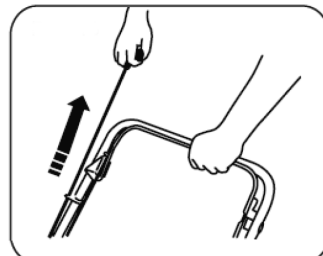

Рис. 16
4. Правой рукой потяните за ручку стартера до ощутимого сопротивления, затем верните ее назад на вытянутую руку и резко дерните за ручку стартера (Рис. 16). Двигатель запустится. Нож начнет вращаться одновременно с запуском двигателя. Если двигатель не запустился с первого раза, продолжайте процедуру запуска двигателя.